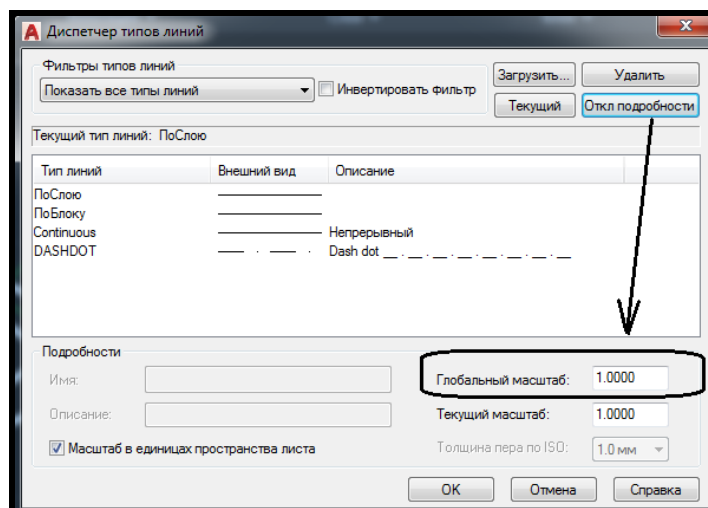

Рисунок 3.46 – Зміна частоти повторюваності шаблону типів ліній
– змінити **Глобальный масштаб (Global scale factor)** повторення шаблону типу ліній відповідно до лімітів креслення (якщо ліміти креслення зменшилися, то і частота повторюваності повинна зменшитися в таку ж кількість разів, якщо ліміти збільшилися, то і частота повторюваності повинна збільшитися в таку ж кількість раз) (рис. 3.46).